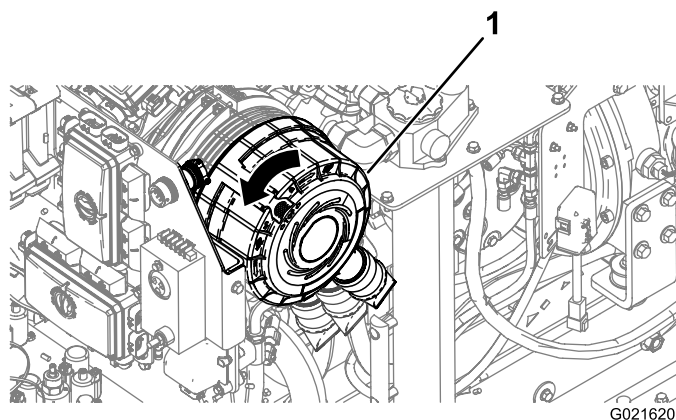

Figura 117
6. Gire la tapa del filtro en sentido antihorario hasta que el tapón guardapolvo esté en la posición de las 4 (Figura 117).
4. Gire la tapa del filtro del limpiador de aire en sentido horario, hasta que el tapón guardapolvo esté en la posición de las 4 (Figura 117).
5. Empuje el enganche de la tapa del filtro del limpiador de aire hacia dentro hasta que quede bien asentada (Figura 117).